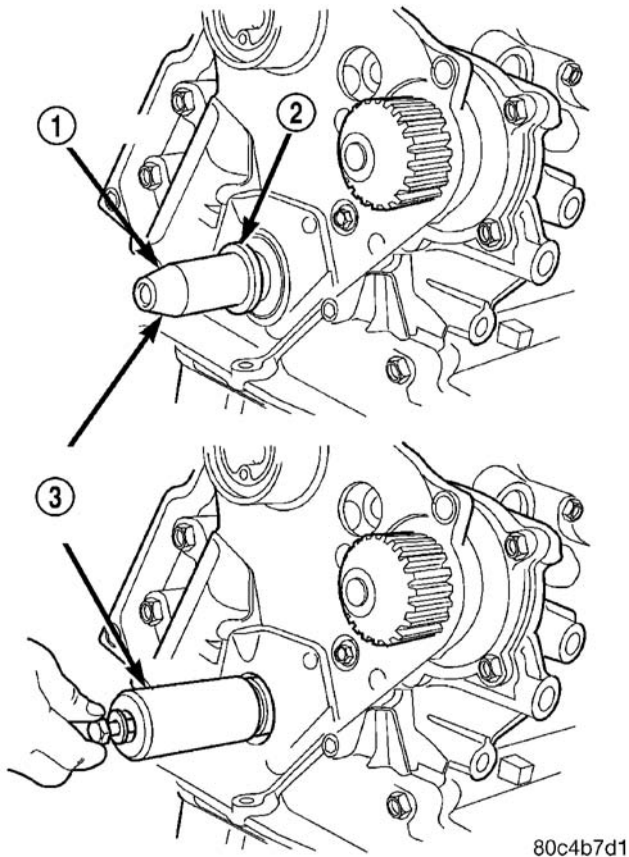

图 101 前曲轴油封-安装
(5) 用专用工具 6780 安装新的曲轴密封(图 101)